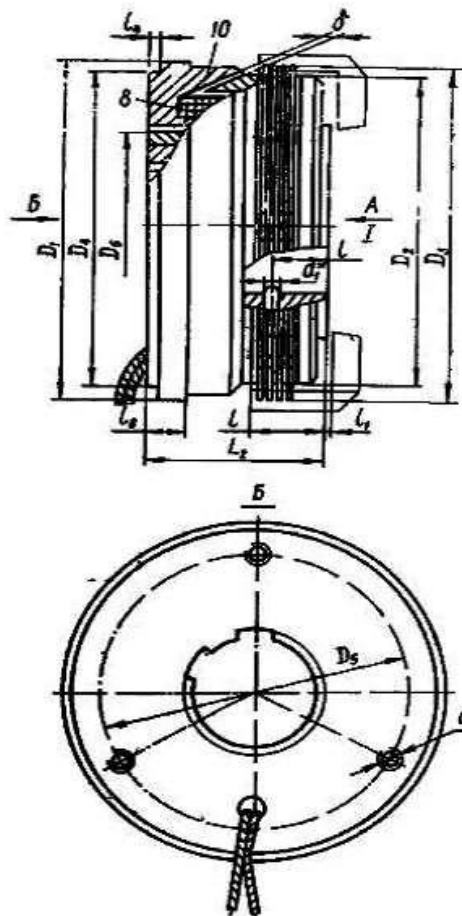

Рис. 2. Муфты бесконтактные:
- 4.2. При монтаже втулка муфты жестко связывается с ведущим (ведомым) валом при помощи шлицев или шпонки (рис. 4). Держатель бесконтактной муфты крепится при помощи винтового соединения (отверстие d_1 , рис. 2).
- 6.3. После установки муфты проверьте; свободно ли перемещаются в поводке наружные диски; величину зазора δ (см. рис. 2 и табл. 3) немагнитным щупом при номинальном напряжении.